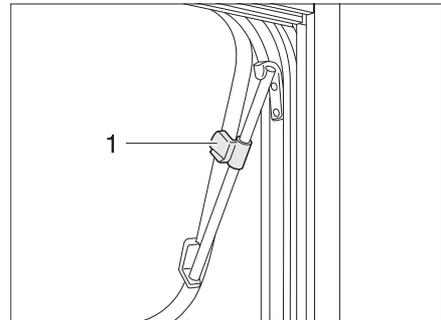

Bild 54 Ausstellfenster mit Dreh-Ausstellern, geöffnet
- Ausstellfenster bis zur gewünschten Stellung öffnen und mit Rändelknopf (Bild 54,1) feststellen.
- Rändelknopf (Bild 54,1) drehen, bis Arretierung freigegeben wird.